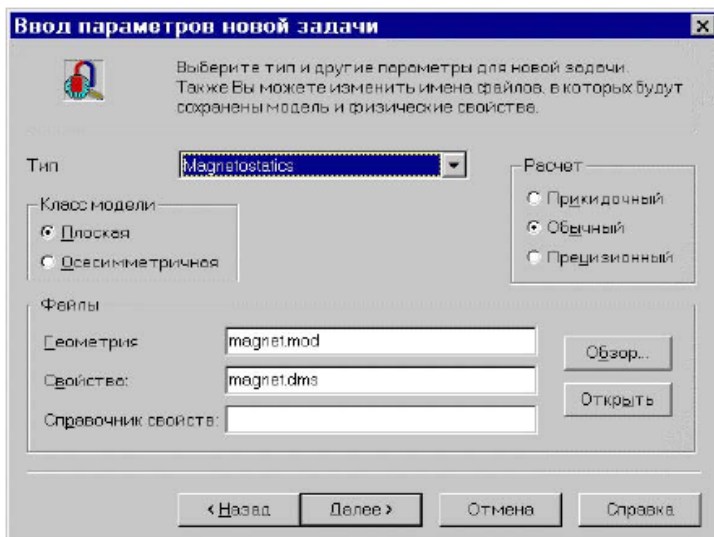

Рис. 5. Окно ввода параметров задачи
1. В списке «Тип» задачи выберите «Магнитостатика» (рис. 5).